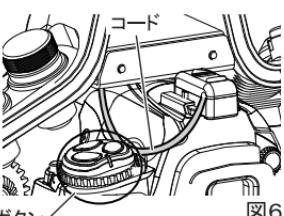

図6
- シンクロコネクターのコードがカメラのQUAL・WB・ISOボタンにかからないようにセットしてください。(図6)